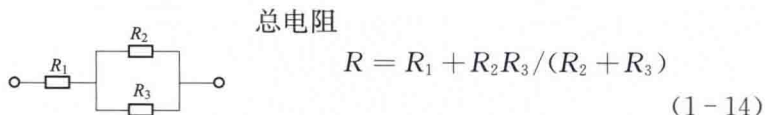

图 1-5 电阻的混联
(13) 混联电路——电路中既有电阻的串联，又有电阻的并联，这种连接电路叫混联电路。在如图 1-5 所示的混联电路中，